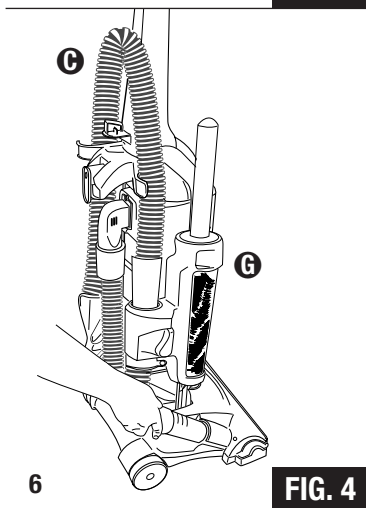

FIG. 4
- Step 6:** Place the hose **C** on the back of the vacuum, wrapping it up and over the hose hook as shown (FIG. 4).
- Step 7:** Secure the bottom of the self cleaning duster **G** to the hose retainer. Firmly push the end of the hose into the top of the self cleaning duster (FIG. 4).
- Étape 6 :** Insérez le tuyau **C** à l'arrière de l'aspirateur, en le posant sur le crochet du tuyau comme indiqué sur le dessin (FIG. 4).
- Étape 7 :** Poussez avec fermeté pour insérer le bout du tuyau dans le raccord qui se trouve sur le capot de l'aspirateur. Fixez le bas du plumeau auto nettoyant **G** dans le raccord du boyau. Insérez le bout du boyau dans le haut du plumeau, en appuyant (FIG. 4).
- Paso 6:** Coloque la manguera **C** en la parte trasera de la aspiradora, envolviéndola por arriba y sobre el gancho de la manguera como lo muestra la ilustración (FIG. 4).
- Paso 7:** Asegure la parte inferior del quita polvo autolimpiador al dispositivo de retención de la manguera. Empuje firmemente el extremo de la manguera dentro de la parte superior del quita polvo autolimpiador **G** (FIG. 4).